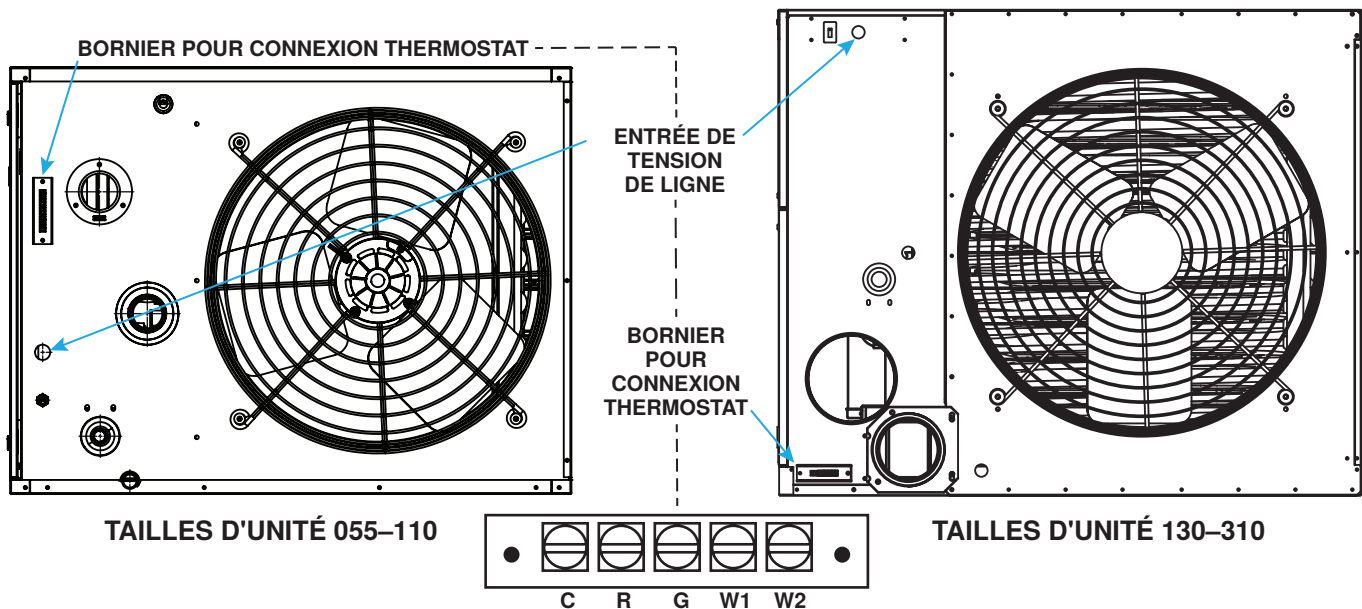

Figure 24. Entrée du câblage d'alimentation et plaque de connexions de la commande
Le câblage d'alimentation entre par l'arrière de l'appareil de chauffage, comme montré dans la Figure 24. Le câblage d'alimentation se branche sur les fils à l'intérieur du coffret électrique scellé. Pour maintenir l'étanchéité du coffret électrique, remplacez toujours la plaque de couverture.
- La plaque de connexions pour le branchement de la commande 24V est située sur l'extérieur du boîtier, à l'arrière de l'appareil de chauffage, comme montré dans la Figure 24. La plaque comprend cinq bornes : C, R, G, W1 et W2. Consultez le schéma de câblage fourni avec l'appareil de chauffage. Les fils de la plaque de connexions sont branchés en usine sur la carte de circuits imprimés.